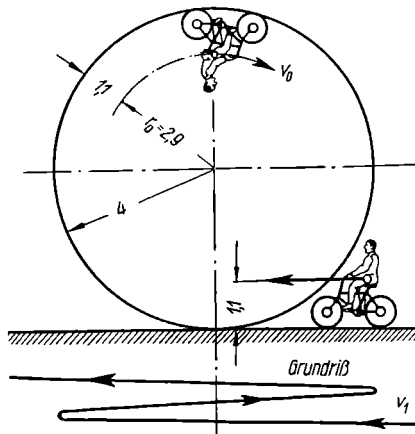

Bild 45
66. Mit welcher Geschwindigkeit muß ein Radfahrer in eine in senkrechter Ebene liegende Schraubenschleife von 4 m Krümmungshalbmesser einfahren (Bild 45), um sie ungefährdet durchlaufen zu können (Zirkuskunststück!)? Der Gesamtschwerpunkt von Rad und Mann liegt 1,1 m über Erdboden.